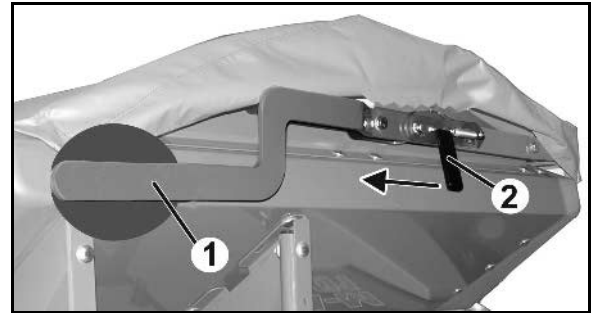

Fig. 31
- Spreading discs Fig. 31/1,
- Extension Fig. 31/2,